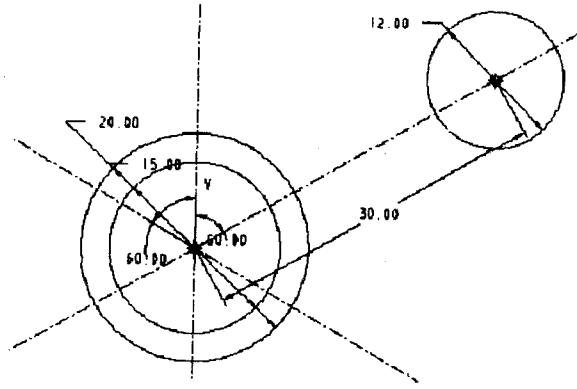

图1-26 继续绘制圆
(2) 绘制圆，结果如图 1-26 所示，并按照图示标注尺寸。